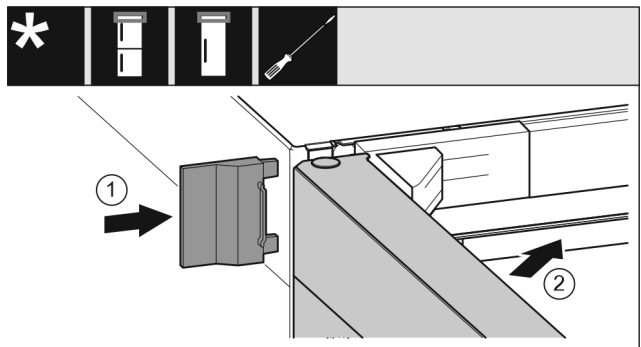

Fig. 24
- Buitenste afdekking Fig. 24 (1) erop schuiven.
- Bovenste deur Fig. 24 (2) sluiten.